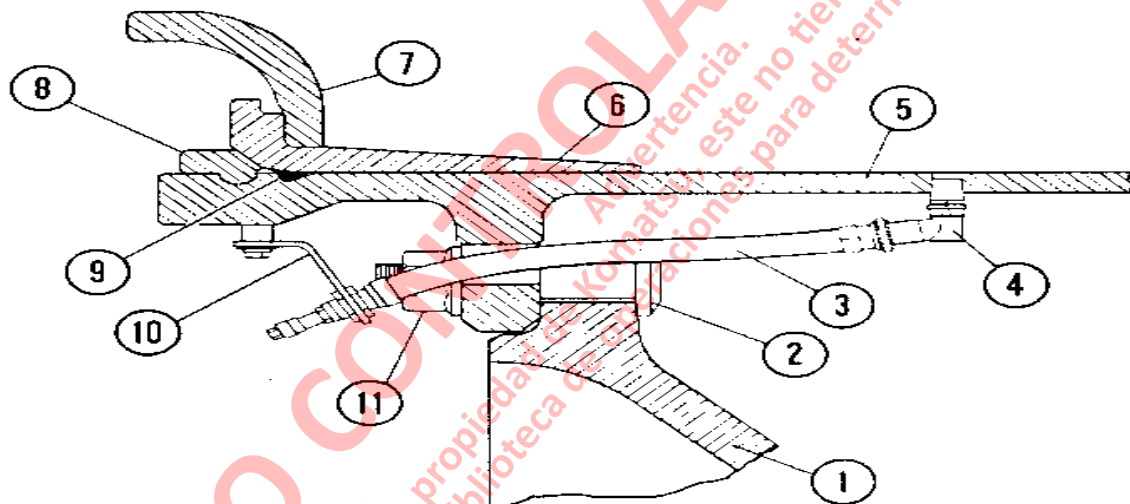

FIGURA 2-6- CONJUNTO DE LA LLANTA Y CUBO DE LA RUEDA DELANTERA
2. Ponga un soldador de aros hidráulico a la llanta, deslizando las mordazas del conjunto del bastidor sobre el borde externo del flange (7, Figura 2-6).
NOTA: No permita que pintura, óxido, ni otro agente contaminante cubra las caras de acoplamiento del anillo de seguridad (8, Figura 2-6) y de la llanta (5).
5. Instale los flanges externos (7, Figura 2-6) en su posición y vuelva a colocar la banda del aro (6). Presione la banda del talón, para dejar expuesta la ranura del anillo de goma en la llanta.
6. Lubrique el nuevo anillo de goma (9) con una solución con jabón e instale en la ranura de la llanta.
7. Instale el anillo de seguridad (8) y golpéelo hacia su lugar con el martillo conductor. **La orejeta del anillo de seguridad debe calzar dentro de la ranura de la llanta.**